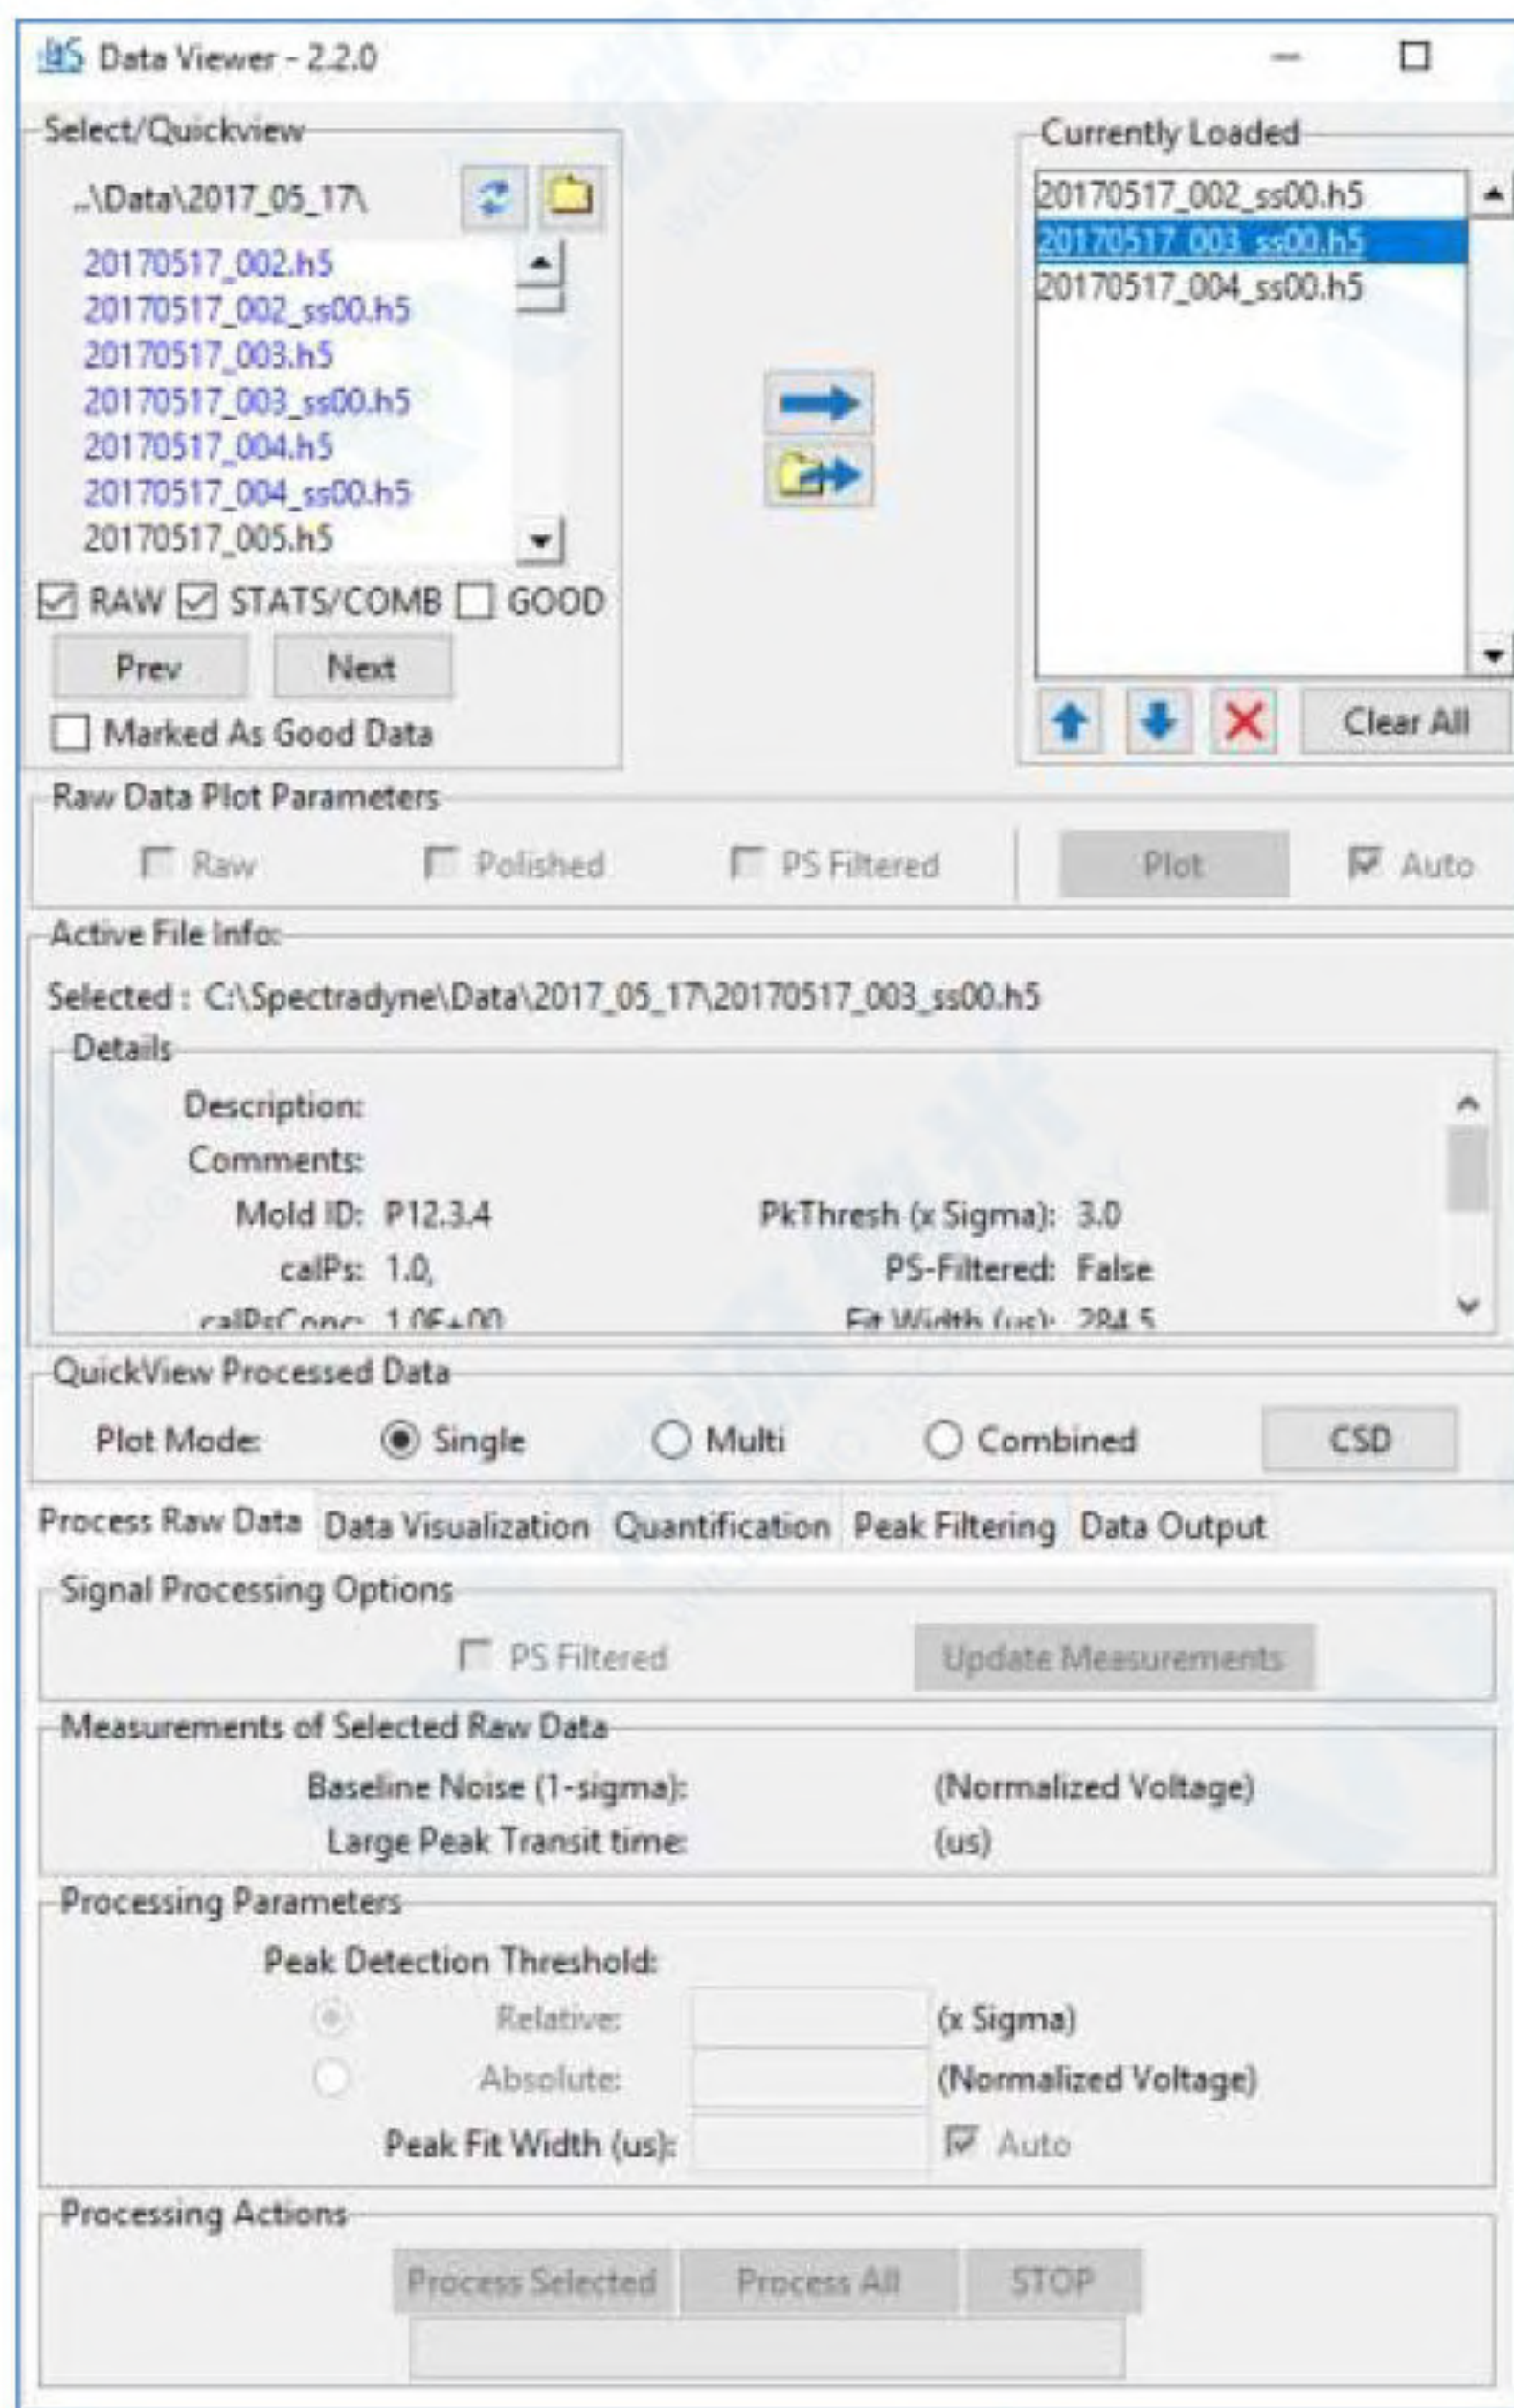

图11. Spectradyne Viewer 软件用户界面概述
- 在 Select/Quickview 界面（见图11），点击当前路径右侧的文件夹图标，然后导航至原始数据存储位置。